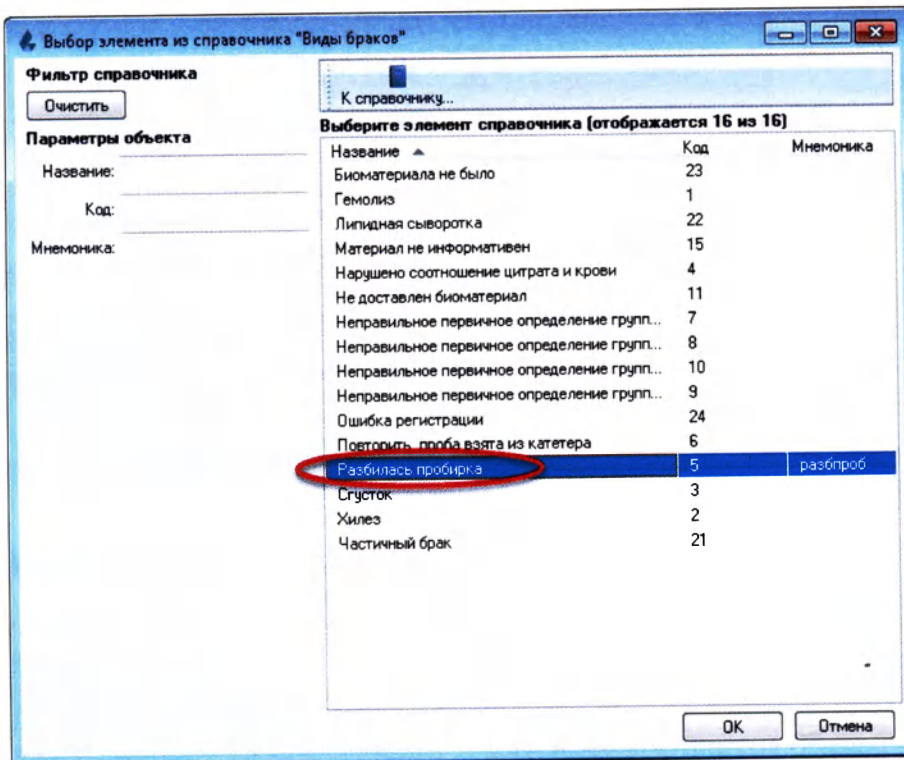

Рисунок 1.20
5. В открывшемся списке выберите запись и нажмите кнопку **«Ок»** (либо двойной клик по выбранной записи) (Рисунок 1.20):